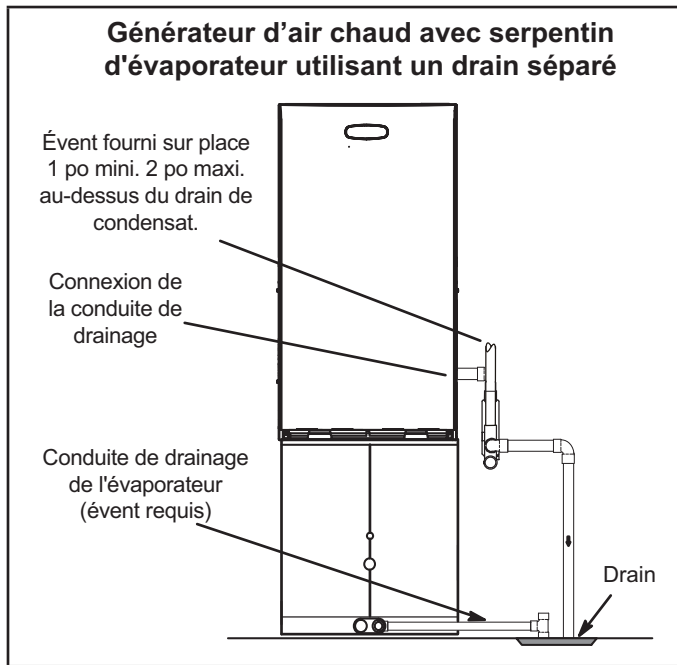
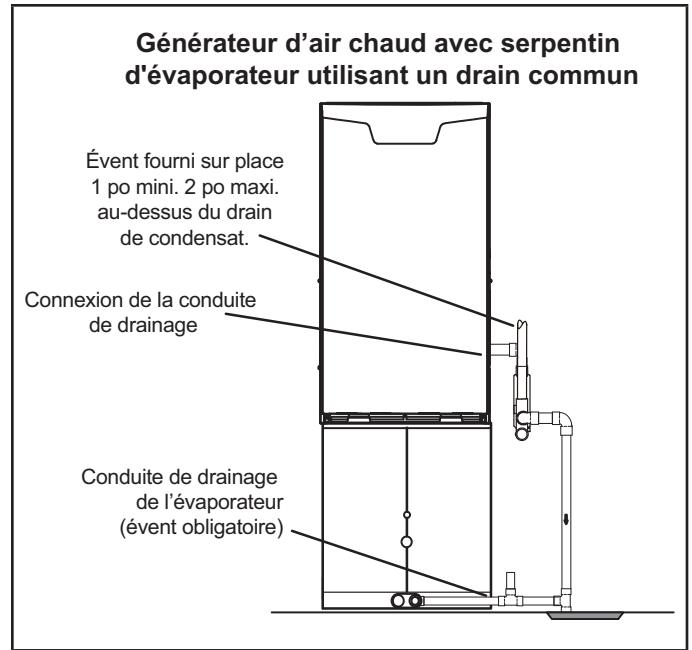

FIGURE 45
FIGURE 46
- 5 - La FIGURE 45 montre l'appareil et le serpentin d'évaporateur utilisant un drain séparé. Si nécessaire, la conduite de condensat de l'appareil et celle du serpentin d'évaporateur peuvent s'écouler ensemble. Voir la FIGURE 46. L'évacuation fournie sur place doit avoir une longueur comprise entre 1 po minimum et 2 po maximum au-dessus du raccord de sortie du drain de condensat.